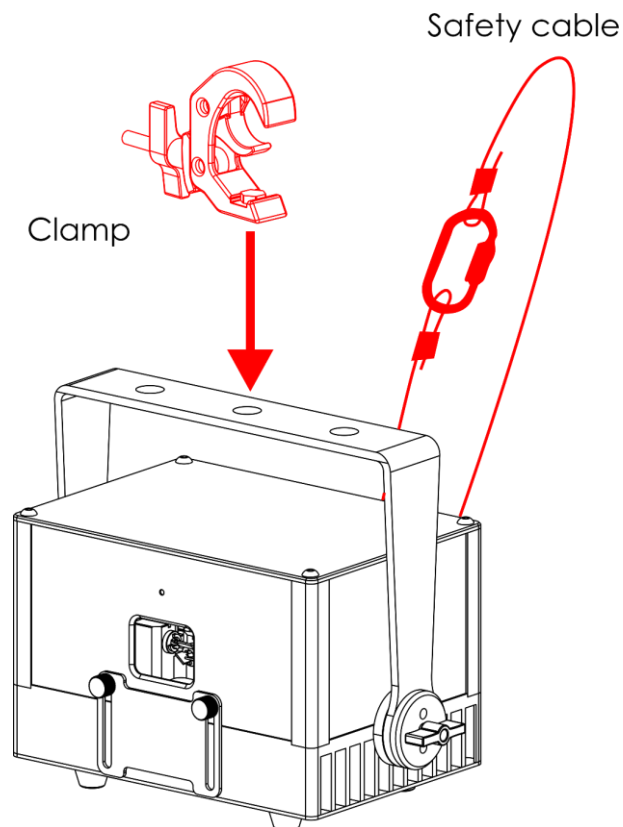

Fig. 11
- 01) Utilice una abrazadera para sujetar la unidad a la estructura de soporte como se indica en la Fig. 11. Asegúrese de que la unidad no se pueda mover libremente.
- 02) Sujete la unidad con una suspensión secundaria, por ejemplo, un cable de seguridad. Asegúrese de que la suspensión secundaria puede soportar 10 veces el peso de la unidad. Si es posible, la suspensión secundaria debería conectarse a una estructura de soporte independiente de la suspensión primaria. Pase el cable de seguridad a través de la **anilla de seguridad (18)** como se indica en la Fig. 11.